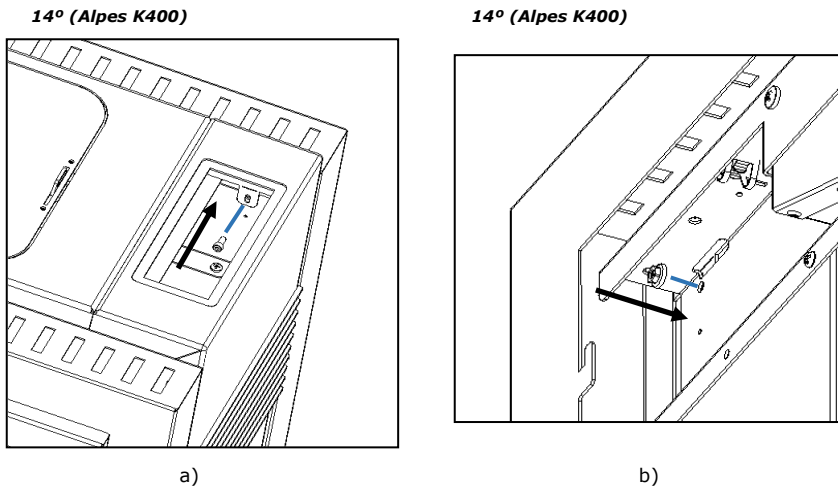

Figura 67 A y B – Fijación dos lados
q) Después de montar el lateral apretar estos a la estructura de la máquina. En el caso de Alpes K400 utilizando dos tornillos **A** (DIN 912 M5x12) y dos tuercas **B** (M5 DIN 6923) en los agujeros preparados para este fin ver Figura 67-a y b.
r) En el caso de Alpes K300 utilizando dos tornillos **A** (DIN 7981 4,2x9,5) apriete en el lado en los agujeros hechos para este fin ver Figura 67-a y b.